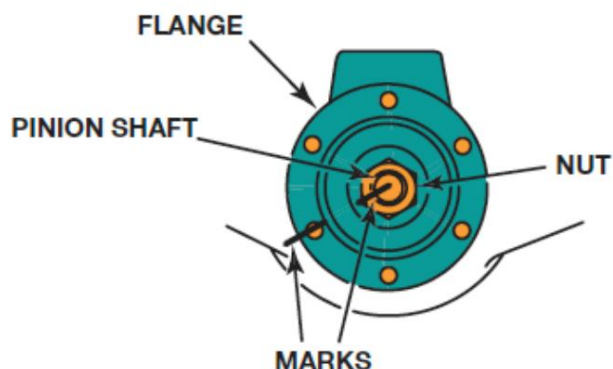

Figura 11. Marcas de referencia.
- Marque la brida/tuerca del piñón y el eje del piñón antes de retirar la tuerca. Figura 11.